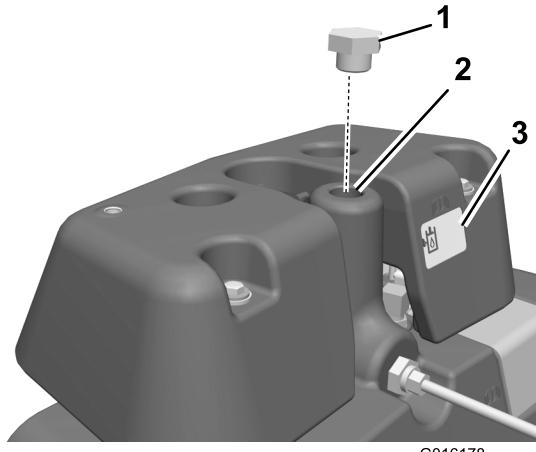

図 8
31. ブリーザを外して捨て、メイン油圧オイルタンクの一番上まで油圧オイルを入れる（図 8）。
32. ブリーザに代えてプラグを取り付ける(図 8)。
33. リークディテクタタンクに油圧オイルを入れる; オイルの量は、タンクの点検窓の中央位置まで(図 8)。